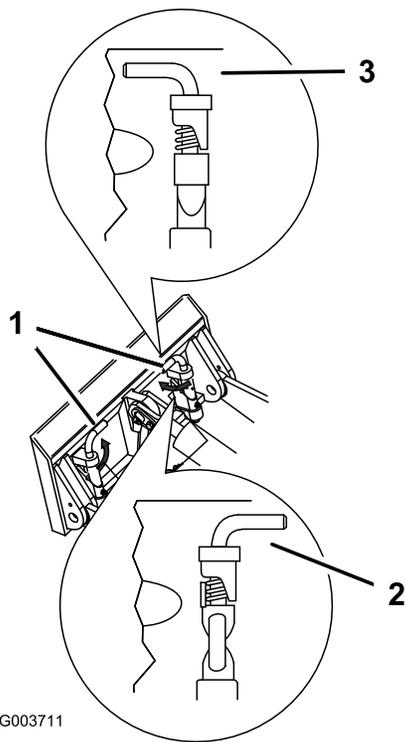

Bild 5
7. Lassen die Schnellbefestigungsstifte eingreifen und stellen Sie sicher, dass sie vollständig in der Befestigungsplatte sitzen (Bild 5).